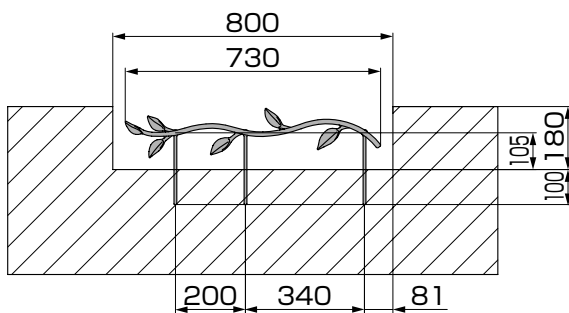

図2-2 スリムフィックスフェンスB 横取付けの場合
- スリムフィックスフェンスを壁またはブロック塀に施工する場合、あらかじめ壁躯体部の取付位置に取付部品の埋込み用孔を確保してください。(図2-1, 図2-2, 図2-3, 表2-1参照)